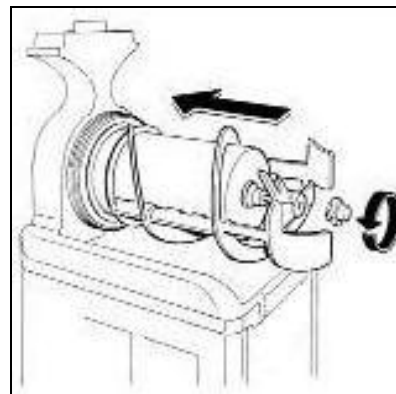

Fig. 21
- Fixer tous les composants en vissant le pommeau dans le sens antihoraire (fig. 21).